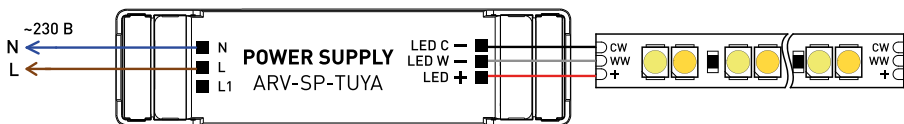

Рис. 2. Схема подключения двухканального источника питания (для арт. 052988, 052990)
- 3.7. Подключите светодиодную нагрузку согласно схеме, поставяемой с этой нагрузкой, к выходным клеммам источника питания со стороны **OUTPUT**, строго соблюдая полярность: «общий +» на нагрузке — к «плюсовому» выходу источника (LED+), «холодный белый» — на нагрузке — к «минусовому холодному белому» выходу источника (CW-) (пример подключения на рис. 2).